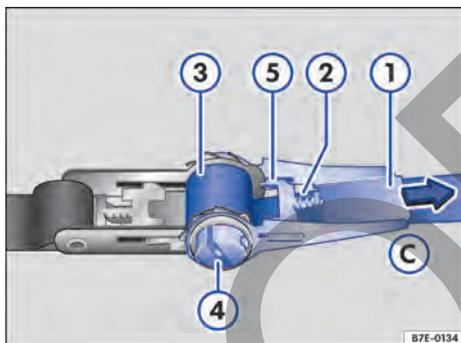

Fig. 128 Apretar la cinta con carraca.
- Presione el seguro → Fig. 128 ② hacia fuera.